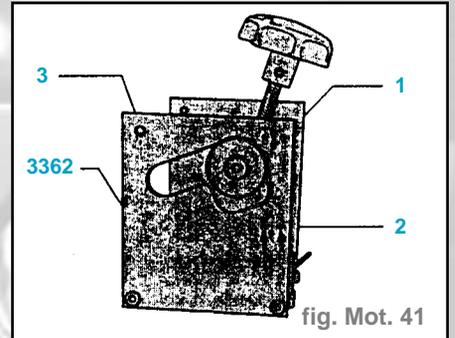

fig. Mot. 41
- L'angle de montage des soupapes d'admission dans la culasse est différent. L'enfonce-axe 3362 possède 2 positions (fig. mot. 41) :